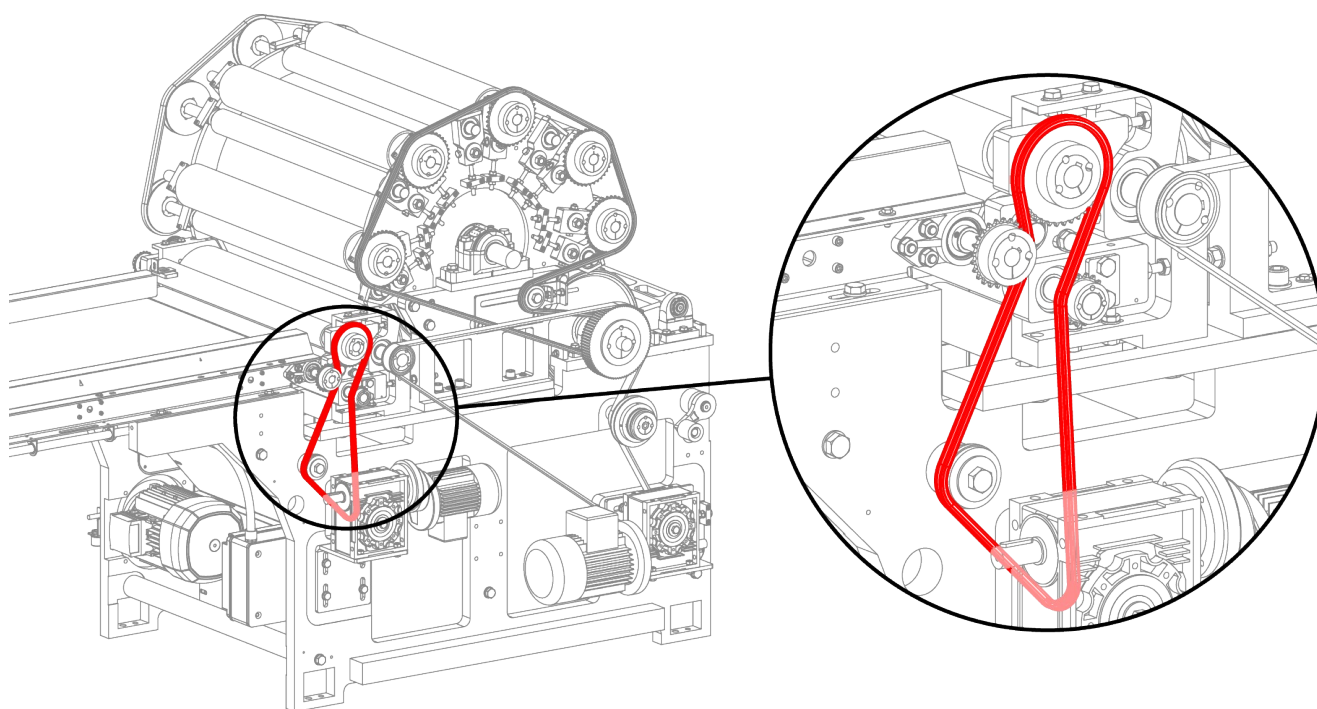

Figura 4.4.4 – Collegamento della catena
- Collegare la catena seguendo il percorso indicato in **rosso** nella Figura 4.4.4.